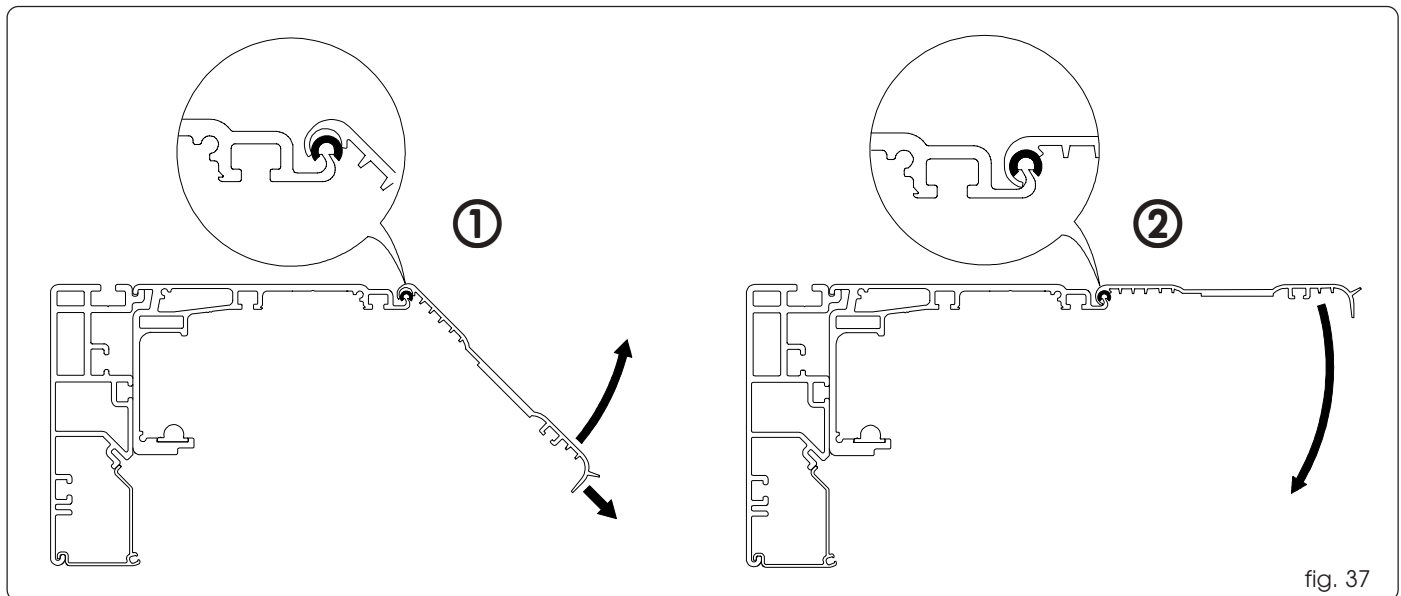

fig. 37
Plaats de sluitkap op de trillingdempende afstandstukken; trek eraan zoals aangegeven op fig. 37 ref. ①, en draai hem naar boven (fig. 37 ref. ②), totdat hij goed vastgehaakt wordt. Controleer of de kap over de hele lengte goed geplaatst is.